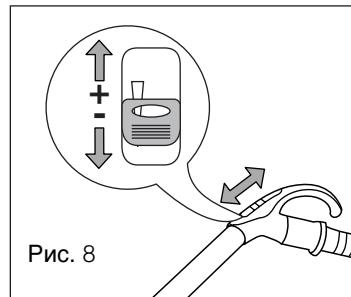

Рис. 8
Модели с регулятором мощности на ручке (C) (рис. 8)